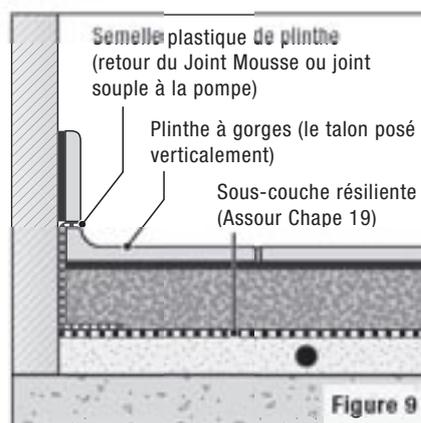

Figure 9
- Plinthes «à gorges», cf. figure 9